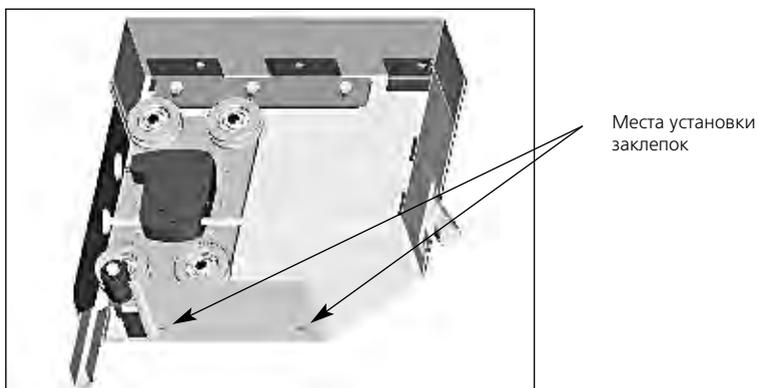

Рис.5.4
- установить крышку корпуса, закрепить заклепками (рис.5.4);